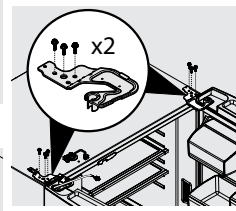

Figura 4
4. Quite tres pernos de 8 mm de ambas bisagras superiores. Figura 4. Levante las puertas de las bisagras superiores y colóquelas a un lado con cuidado.